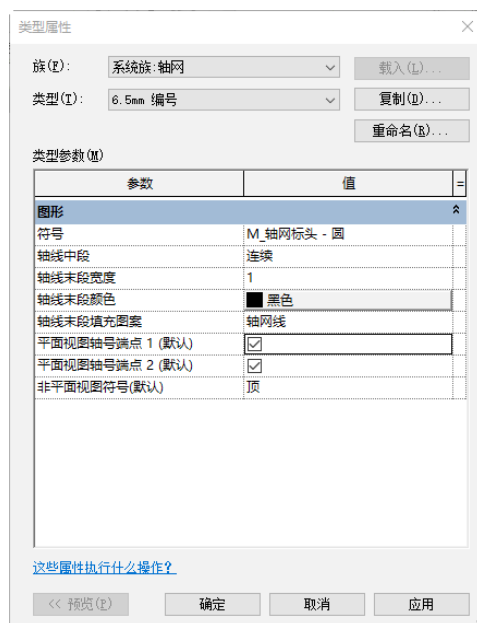
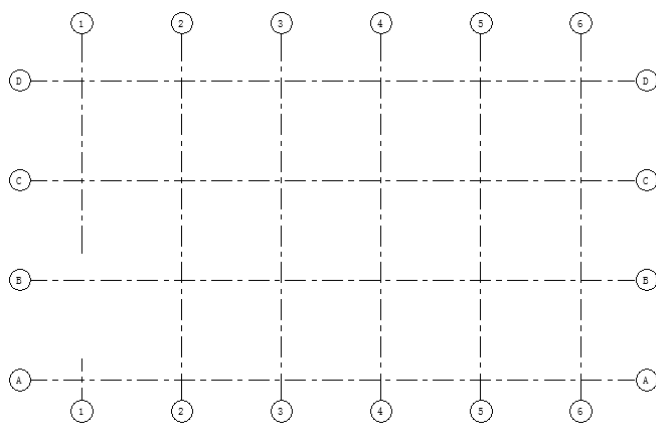

图 4-39 “类型属性”对话框
图 4-40 显示端点 1 的轴号
(7) 选择任意轴线，单击“属性”选项板中的“编辑类型”按钮  或单击“修改 | 轴网”选项卡“属性”面板中的“类型属性”按钮 ，打开如图 4-39 所示“类型属性”对话框，可以在该对话框中修改轴线类型“符号”“颜色”等属性。勾选“平面视图轴号端点 1 (默认)”复选框，单击“确定”按钮，结果如图 4-40 所示。